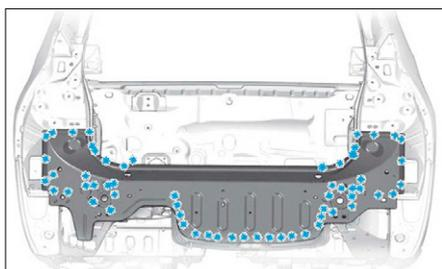

FIG. 176
- Dépointer et fraiser comme illustré (Fig.176) et (Fig.177).